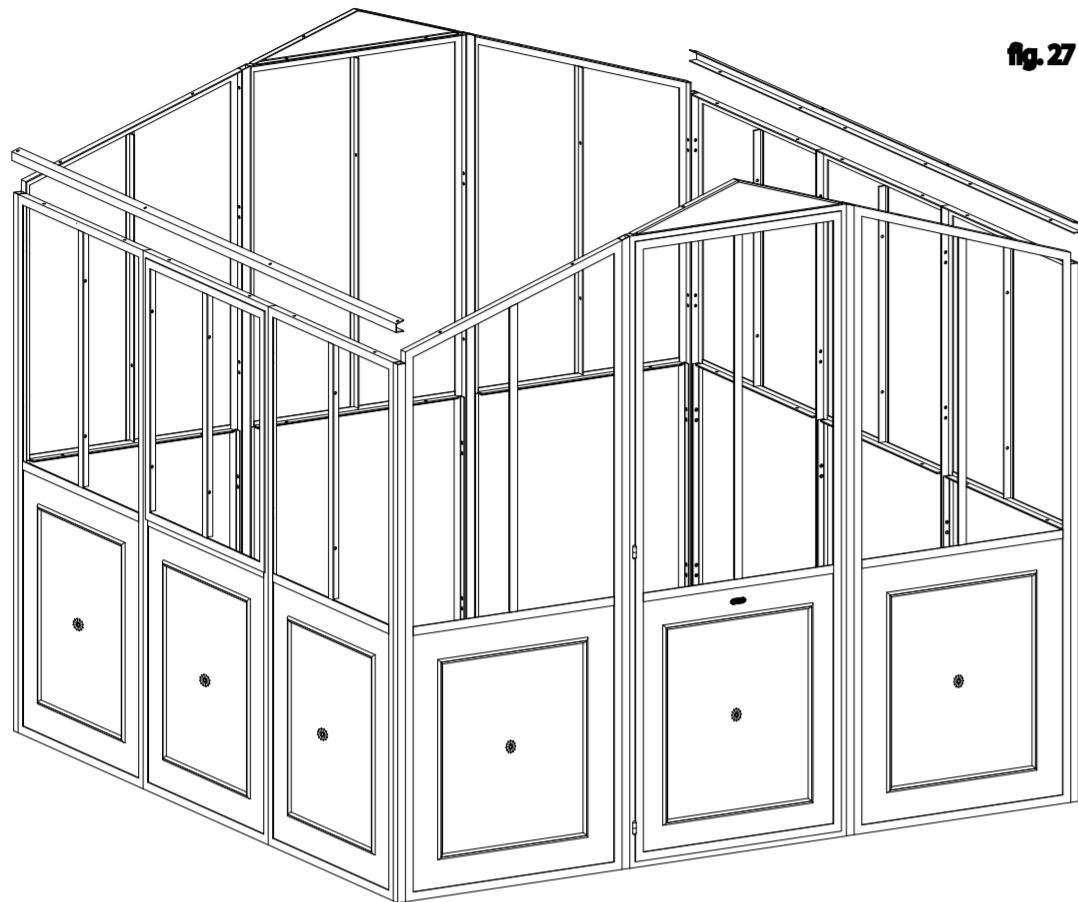
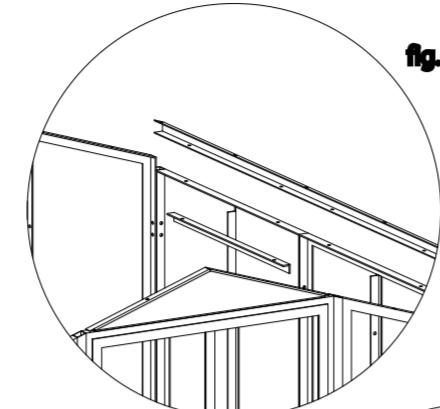

fig. 27
fig. 28
**I** Prendere i profili gronda (cod. PSFG215 - PSFG285 - PSFG355) e posizionarli negli appositi spazi situati nella parte superiore del telaio (fig. 27). Far coincidere i fori di questi ultimi con quelli presenti sul profilo di gronda. Ripetere la stessa operazione sul profilo ad "L", ma nella parte inferiore (figg. 28 e 29). Inserire nei fori passanti le viti in dotazione come da fig. 30 e fissarle con i rispettivi dadi (fig. 31). Ripetere queste operazioni per tutti i pannelli ad eccezione dei pannelli finestra (cod. PSLATCF), poiché questi ultimi non avranno bisogno del fissaggio del profilo a "L" già montato in precedenza.
**GB** Take gutter profiles (codes PSFG215 - PSFG285 - PSFG355) and position them in the spaces provided located in the upper part of the frames (fig. 27). Match the holes on the latter with those on the gutter profile. Repeat the same operation on the "L" profile, but in the lower part (fig. 28 and 29). Insert the screws provided in the through holes as shown in fig. 30 and fix them with their respective nuts (fig. 31). Repeat these operations for all the panels, except for the window panels (code PSLATCF), since these latter do not need fixing of the "L" profile previously assembled.
**F** Prendre les profils gouttière (cod. PSFG215 - PSFG285 - PSFG355) et les positionner dans les espaces prévus à cet effet dans la partie supérieure des châssis (fig. 27). Faire coïncider les trous de ces derniers avec les trous du profil gouttière. Répéter la même opération sur le profil en "L", mais dans la partie inférieure (fig. 28 et 29). Insérer dans les trous passants les vis (fig. 30) et les fixer avec les écrous comme indiqué en fig. 31. Répéter ces opérations pour tous les panneaux à l'exception des panneaux fenêtre (cod. PSLATCF), car ces derniers n'auront pas besoin de la fixation du profil en "L" monté précédemment.
**E** Tomar los perfiles canalón (cód. PSFG215 - PSFG285 - PSFG355) y colocarlos en los espacios de la parte superior de los bastidores (fig. 27). Hacer coincidir los orificios de éstos con los del perfil canalón. Repetir la operación en la parte inferior del perfil en "L" (fig. 28 y 29). Introducir los tornillos en los agujeros pasantes como se indica en la fig. 30 y fijarlos con las tuercas (fig. 31). Repetir estas operaciones con todos los paneles menos los paneles ventana (cód. PSLATCF), en los que no es necesario fijar el perfil en "L" porque se ha montado anteriormente.
**D** Die Traufenprofile (Art. PSFG215 - PSFG285 - PSFG355) nehmen und an den dafür vorgesehenen Stellen an der Oberseite der Rahmen anbringen (Abb. 27). Die Löcher der Rahmen mit den Löchern am Traufenprofil zusammenbringen. Denselben Vorgang am "L"-Profil, aber an der Unterseite, wiederholen (Abb. 28 und 29). Die mitgelieferten Schrauben wie auf Abb. 30 dargestellt in die durchgehenden Löcher stecken und mit den dazugehörigen Muttern blockieren (Abb. 31). Diese Vorgänge für alle Platten wiederholen, mit Ausnahme der Fensterplatten (Art. PSLATCF), da an diesen die Befestigung des "L"-Profils nicht notwendig ist, das bereits vorher montiert wurde.